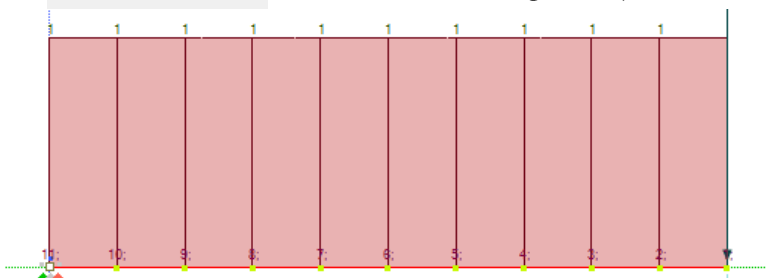

Рис. 41. Эпюра поперечных сил Q_z
- Для выбора эпюры Q_z (рис. 41) щелкните по кнопке Q_z (Эпюра Q_z ⇒⇒ на панели активного режима).